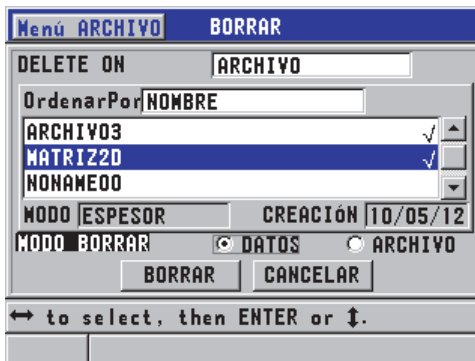

Figura 6-31 Pantalla BORRAR
2. En la pantalla **BORRAR** (véase la Figura 6-31 en la página 129):